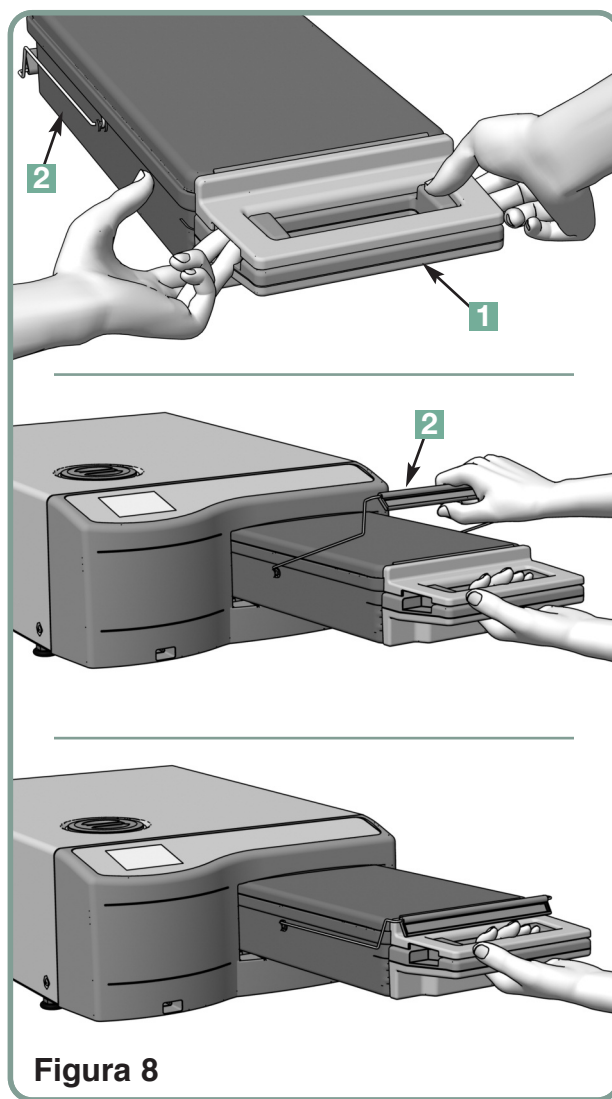

Figura 8
1. Afferrare la maniglia del caricatore con una mano e la maniglia del supporto dell'altra come mostrato nella Figura 8.